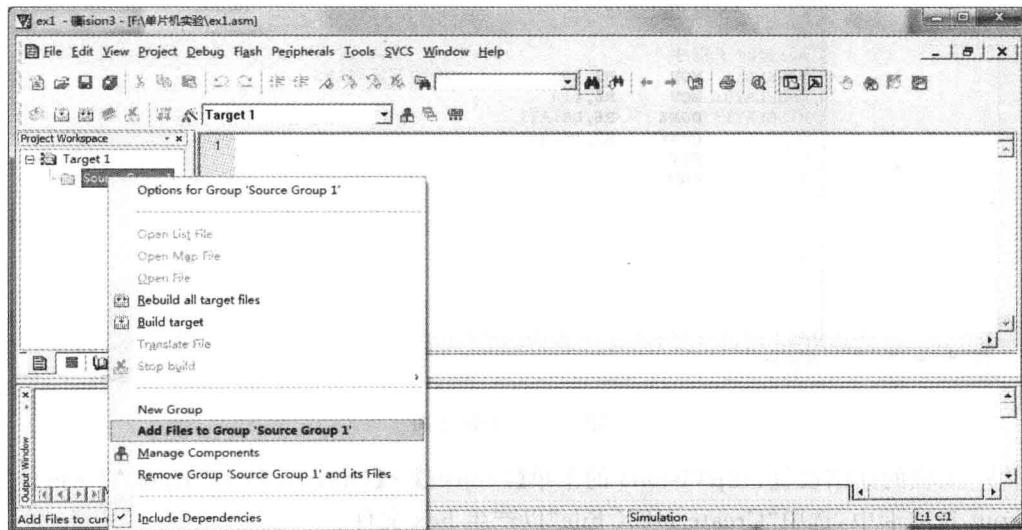

图 1-5 添加项目文件
4. 添加项目文件:右击“Source Group 1”,选择“Add Files to Group ‘Source Group 1’”,如图 1-5 所示。